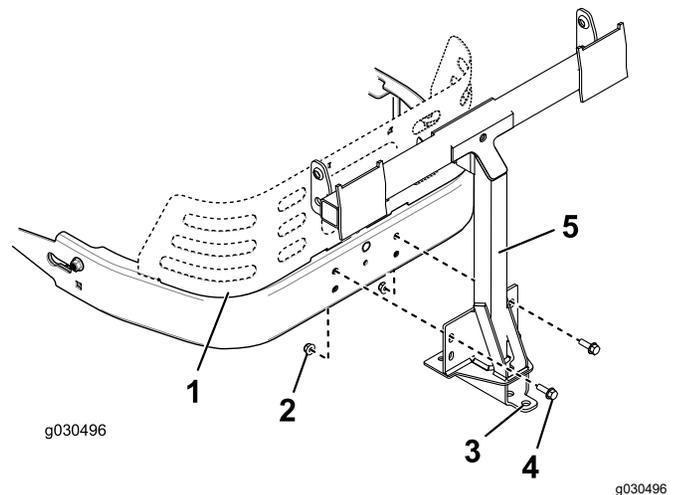

Figure 15
- Montez le cadre de pivot sur le cadre de la machine comme montré à la Figure 15. Fixez le cadre de pivot au cadre de la machine avec 2 boulons (5/16 x 1 po) et 2 contre-écrous (5/16 po).